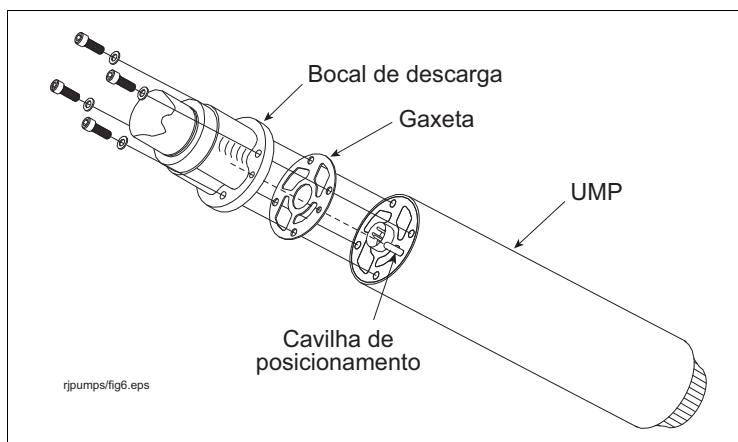

Figura 8. Alinhamento da gaxeta da unidade de bombeamento (UMP)
2. Coloque a nova gaxeta na nova unidade de bombeamento (UMP) de forma que todos os orifícios estejam alinhados (ver Figura 8).
4. Instale os parafusos de retenção e as arruelas da unidade de bombeamento (UMP) (ver Figura 8). Aperte os parafusos e ajuste o torque seguindo a ordem de uma cruz. Ajuste o torque para 11 Nm (7 pés/libra).